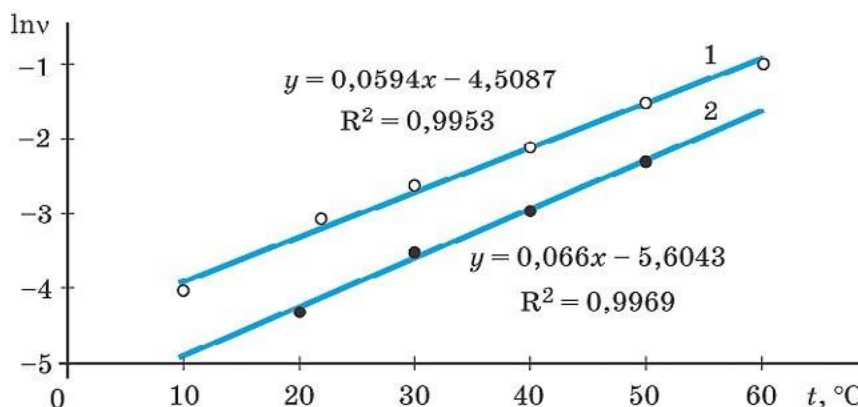

Рис. 5. Зависимость логарифма скорости реакции от температуры: 1 — результаты лабораторного опыта; 2 — данные Г. Б. Шульпина (1975)
Из полученного уравнения (15) видно, что в координатах $\ln v - T$ график будет иметь линейный вид (рис. 5), причём температуру можно выражать как в градусах Цельсия, так и в Кельвинах. Тангенс угла наклона (угловой коэффициент) полученной прямой равен $\ln \gamma$. Определив его значение, можно рассчитать $\gamma \cdot 10$.